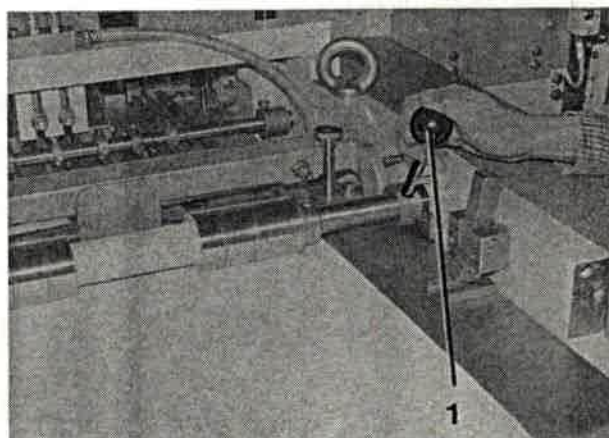

Bild 164
13. Vorzugwalzen durch Umlegen des Hebels (Bild 164/1) wieder absenken.